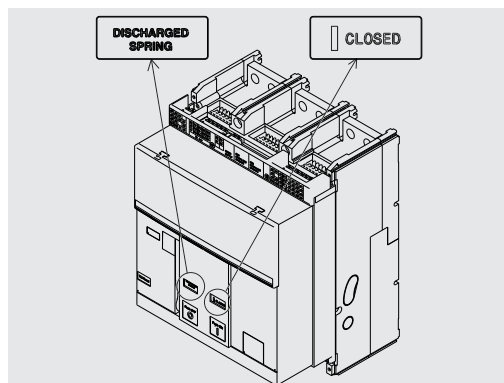

Рис. 19
5. Убедиться, что автоматический выключатель замкнут (соответствующий индикатор находится в состоянии «I - CLOSED») и что пружины включения находятся в разряженном состоянии (индикатор состояния пружин имеет вид «белый - DISCHARGED SPRING»), как показано на Рис. 19.